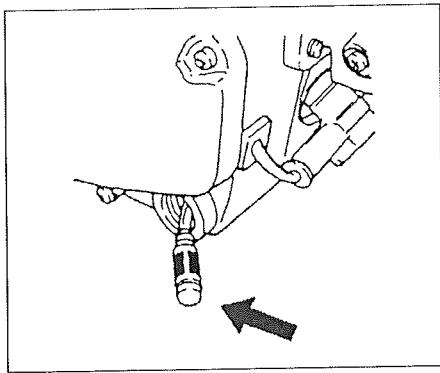

Fig.3-8
**(En) Chain oil filter (Fig. 3-8)**
**(Fr) Nettoyage du filtre à huile de chaîne (Fig. 3-8)**
**(It) Filtro dell'olio della catena (Fig. 3-8)**
**(Ge) KettenölfILTER (Fig. 3-8)**
**(Sp)****Filtro del aceite de la cadena (Fig. 3-8)**
**(Sw)****Filter för kedjans olja (Fig. 3-8)**